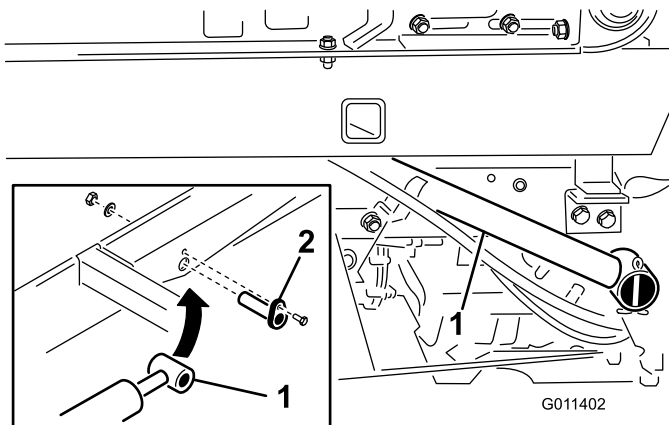

Figura 11
1. Fixe cada extremidade da haste do cilindro de elevação à base do TopDresser com um pino do cilindro (Figura 11).
2. Fixe cada pino do cilindro à base do TopDresser com um parafuso de 1/4 x 3/4 pol., anilha de chapa e porca (Figura 11).